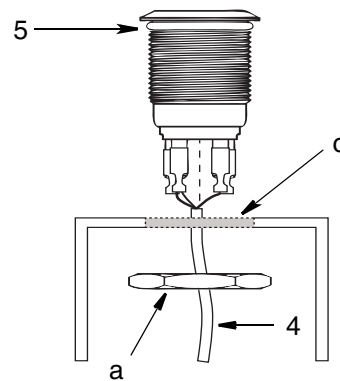

ABB. 2
5. Verlegen und sichern Sie den Kabelbaum (4) an einem von der Installationsposition der G3-Pumpe entfernten Ort. Schneiden Sie nicht benötigte Kabelstücke vom Kabelbaum (4) ab.
6. Isolieren Sie etwa 2,5 cm der Kabelbaummantels und 0,65 cm des Leiters ab. Installieren Sie mithilfe einer Klemmverbindung Steckanschlüsse (2) an den Leitern (4).
7. Führen Sie von der Rückseite von Konsole oder Platte das Ende der Leiter (4) durch die Sicherungsmutter (a) und durch das Loch in Konsole oder Platte (c) (ABB. 2). (Beachten Sie zur korrekten Installation die Position des O-Rings (5).)